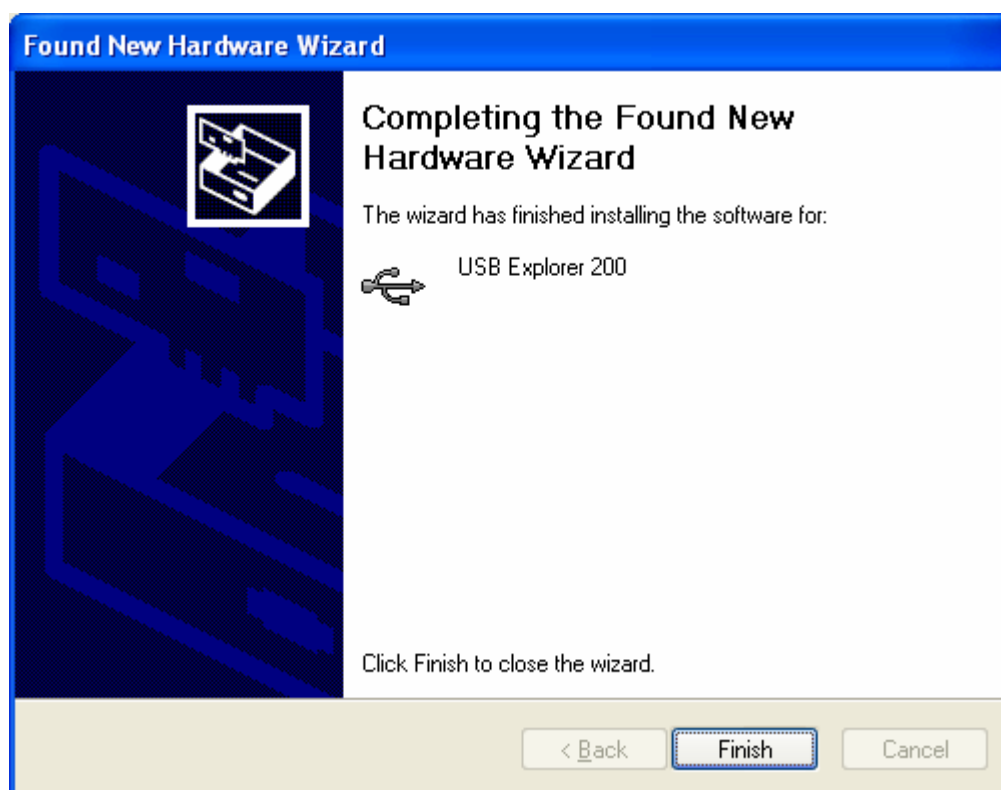

Figure 29 - Installation du pilote terminée
8. L'installation est terminée dès que les fichiers ont été copiés (voir Figure 29).